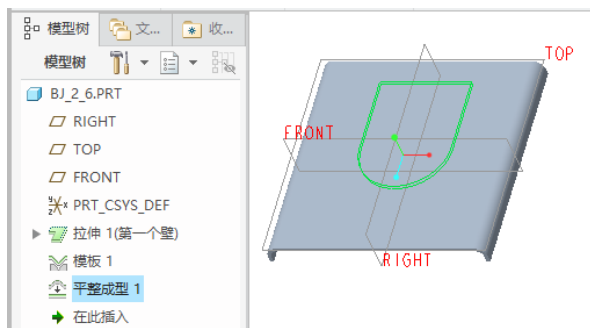

图 2-66 创建了平整成形特征
(4) 在“平整成型”选项卡中单击（完成）按钮，从而创建完成平整成型特征，如图 2-66 所示。